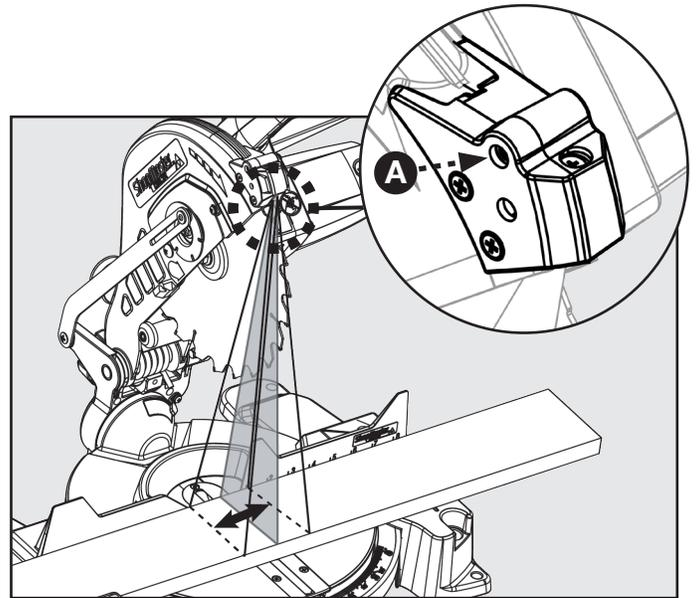

FIGURA 24
Si advierte que la línea láser está desviada de la línea de corte real, consulte la Figura 24 y siga estas instrucciones: utilice un destornillador Phillips para girar el tornillo (A) para ajustar el desvío.